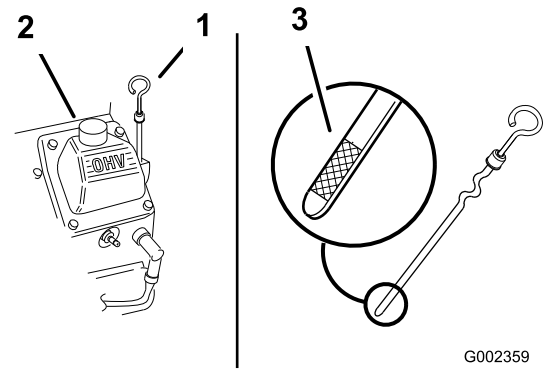

Figure 23
3. Nettoyez la surface autour de la jauge d'huile (Figure 23) pour éviter que des impuretés tombent dans l'orifice et endommagent le moteur.
4. Retirez la jauge d'huile et essuyez soigneusement l'extrémité (Figure 23).
5. Insérez la jauge au fond du goulot de remplissage (Figure 23).
6. Versez avec précaution environ 80 % de la quantité d'huile spécifiée dans l'orifice de remplissage (Figure 23).